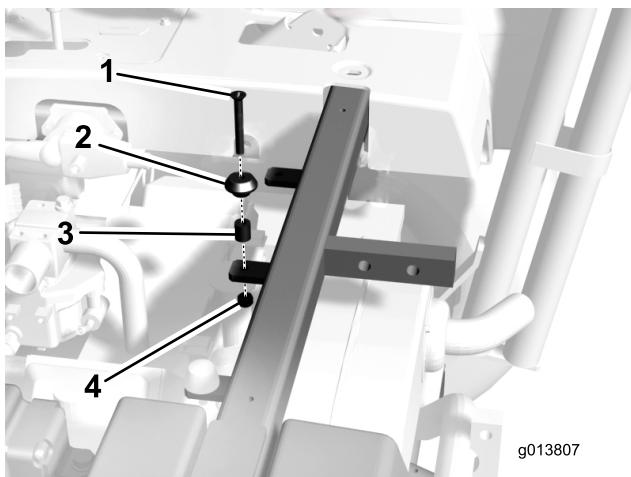

Figura 6
- Retire el tornillo, el espaciador y la tuerca que sujetan el tope del asiento a la pestaña del bastidor (Figura 6).